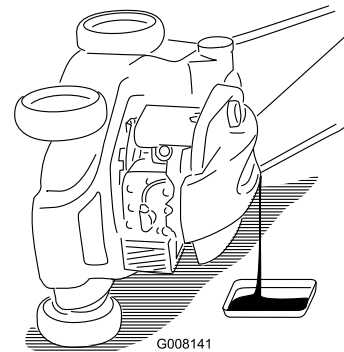

Figura 29
5. Coloque el cortacésped en su lado **izquierdo** (con el filtro de aire hacia arriba) para drenar el aceite usado a través del tubo de llenado de aceite (Figura 29).